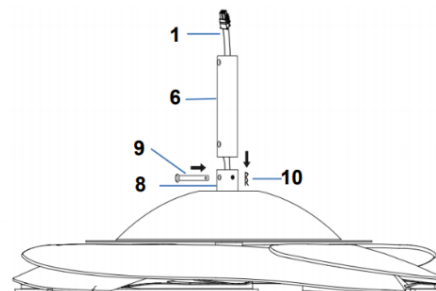

Fig. 4.3
3. Faites passer avec précaution les fils du ventilateur (1) à travers la tige descendante (6). (Fig. 4.3)
4. Insérez la tige descendante (6) dans le boîtier de raccordement (8), alignez les trous de ce boîtier avec ceux de la tige descendante puis introduisez la goupille de sécurité (9) et sécurisez de l'autre côté avec le clip de verrouillage (10). (Fig. 4.3)